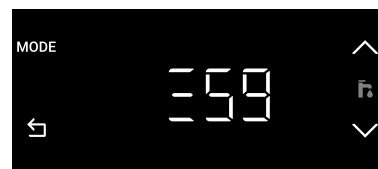

fig. 5 - terza schermata di lettura
- Terza schermata: 59 (vedi fig. 5)